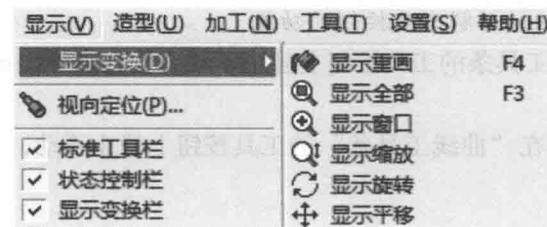

图 1-1-20 下拉菜单和子菜单
(1) 单击主菜单“显示”按钮，会弹出下拉菜单；下拉菜单中的菜单项后有黑三角者，表示后面还有子菜单，点击后弹出子菜单（图 1-1-20）。